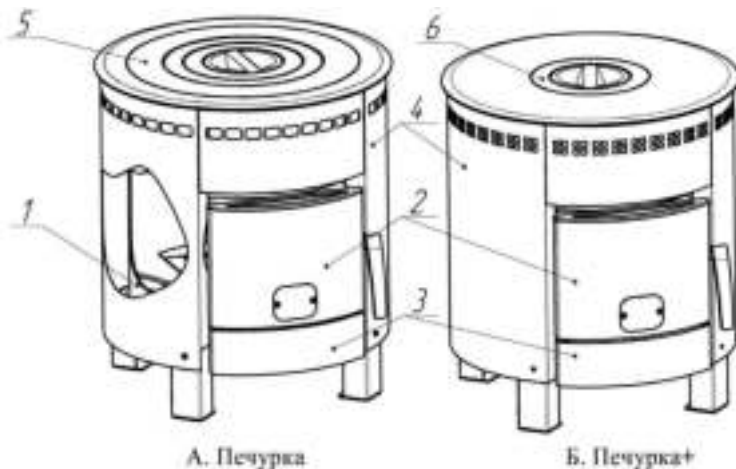

Рисунок 1 - Печурка
Печь «Печурка» (рис.1А) состоит из топки (1), дверки (2), ящика зольника (3), конвектора (4) и набора съемных чугунных колец (5). Печь «Печурка +» (рис.1Б) состоит из топки (1), дверки (2), ящика зольника (3), конвектора (4) и двух съемных чугунных колец (6).